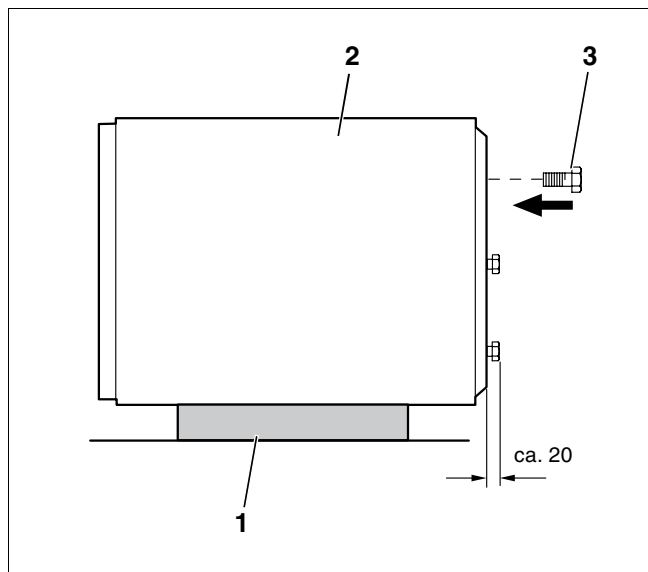

Fig. 3 Accumulatore sopra l'imbottitura di copertura (illustrazione schematica, dimensioni in mm)
- Togliere l'imbottitura di copertura (polistirolo) e i 4 listelli in legno. Far scivolare l'accumulatore sullo spigolo della paletta e disporlo sopra l'imbottitura di copertura tolta in precedenza (fig. 3, **pos. 1**).
- Montare il piedino regolabile a vite M10 x 30 (fig. 3, **pos. 3**).